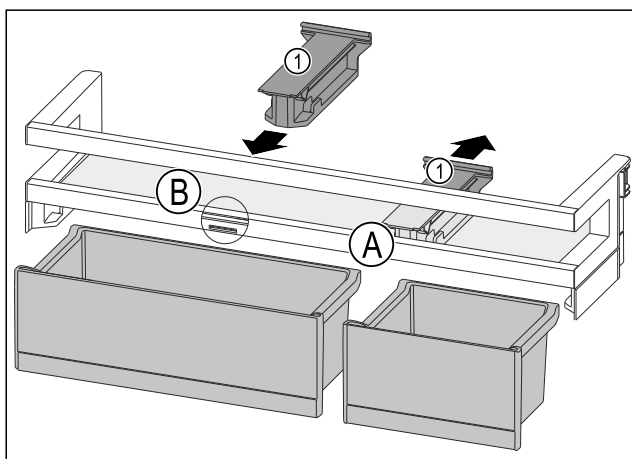

Fig. 87
- Haltebauteil Fig. 87 (1) in Position Fig. 87 (A) nach hinten abziehen.
- Haltebauteil Fig. 87 (1) in Position Fig. 87 (B) einsetzen.